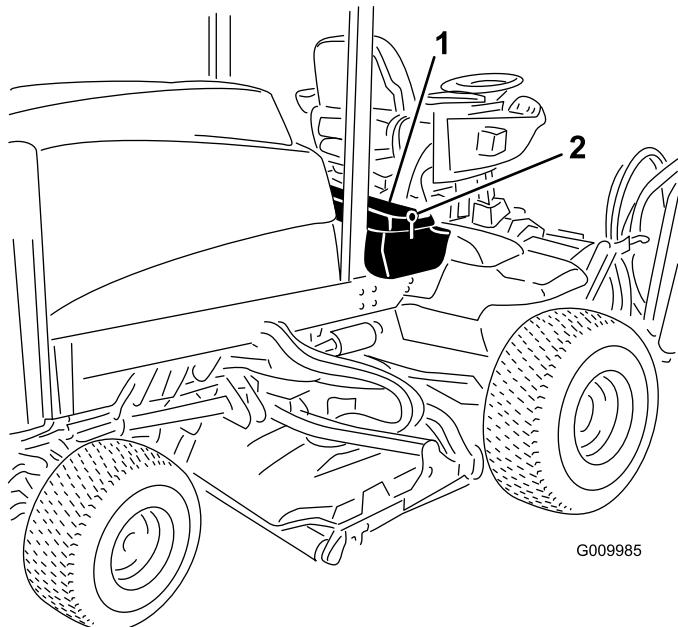

Figure 32
1. Déverrouillez et soulevez le panneau de la console (Figure 32).